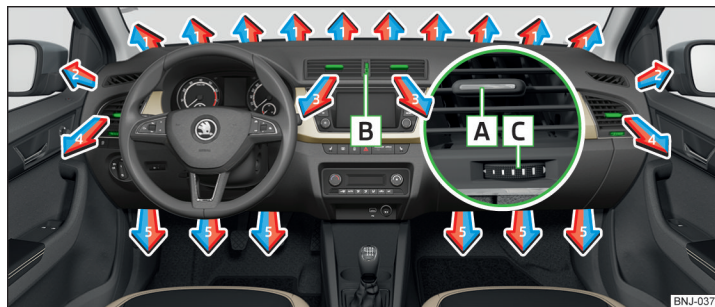

Abb. 123 Luftaustrittsdüsen
Bei den Luftaustrittsdüsen **3** und **4** » **Abb. 123** kann die Luftströmungsrichtung geändert und die Düsen können auch einzeln geöffnet und geschlossen werden. ▶
Die Einstellung der Luftstromrichtung erfolgt durch das Verschieben des Verstellelements **A** » Abb. 123 in gewünschter Richtung.
- › Den Regler **B** nach oben drehen » Abb. 123.
- › Den Regler **B** nach unten drehen » Abb. 123.
Richtung des Luftaustritts einstellen	Luftaustrittsdüsen » Abb. 123